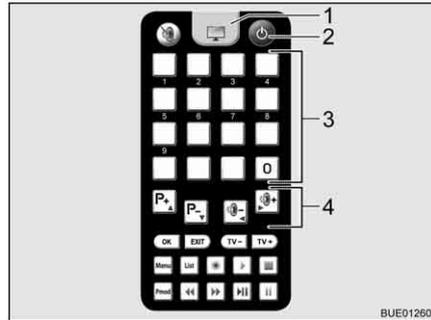

Fig. 32 Mando a distancia del televisor
- Pulsar la tecla "⏻" (Fig. 32,2) del mando a distancia para el televisor. La instalación conmuta al modo de búsqueda. Suena un pitido permanente.
- Para cambiar a la recepción de televisión, pulsar la tecla de televisión (Fig. 32,1) del mando a distancia para el televisor. El pitido cesa. Aparece una imagen en la pantalla.
- Seleccionar la emisora deseada con las teclas de memoria (Fig. 32,3) del mando a distancia para el televisor o con las teclas de función (Fig. 32,4).